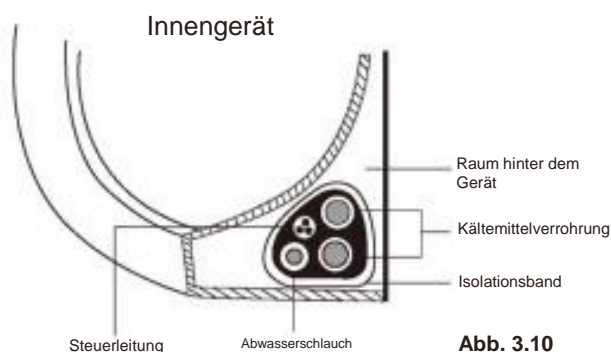

Abb. 3.10
1. Bündeln Sie die Rohre, Drainageschlauch und Steuerleitung gemäß **Abb. 3.10**.
3. Umwickeln Sie dann alle Leitungen zusammen mit Isolierungsband. Vergewissern Sie sich, dass alle Leitungen gemäß **Abb. 3.10** gebündelt sind.